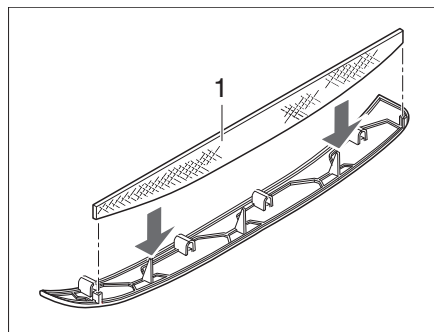
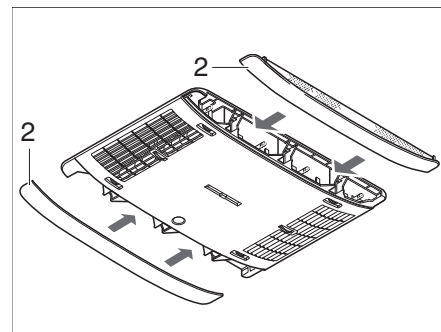

Fig. 174 Filtro de pelusas de la instalación de aire acondicionado
Fig. 175 Paneles de instalación de aire acondicionado
En los paneles laterales (Fig. 175,2) hay dos filtro de pelusas. Los filtros de pelusas deben ser limpiados a intervalos regulares, pero por lo menos cada 6 meses, y reemplazados en caso necesario.
- Sacar los paneles (Fig. 175,2) del distribuidor de aire y limpiar los filtro de pelusas (Fig. 174,1) o reemplazarlos si es necesario.